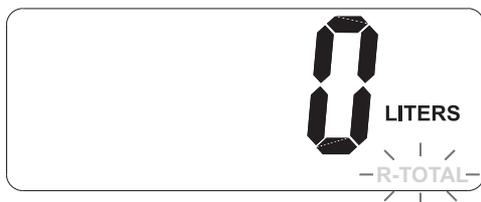

ABB. 8 Programmierte Maßeinheit
2. Wenn R-TOTAL blinkt (ABB. 8):